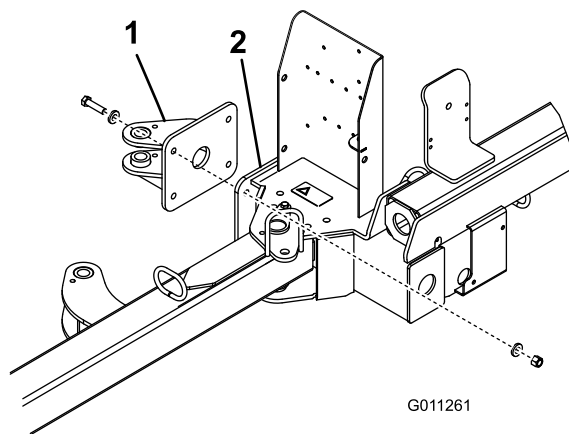

Figure 5
- Fixez la patte de commande arrière au cadre du balai-ramasseur au moyen de 4 boulons (1/2 x 2 po), 8 rondelles plates (0,531 x 0,063) et 4 contre-écrous (1/2 po). Positionnez les composants comme montré à la Figure 5.